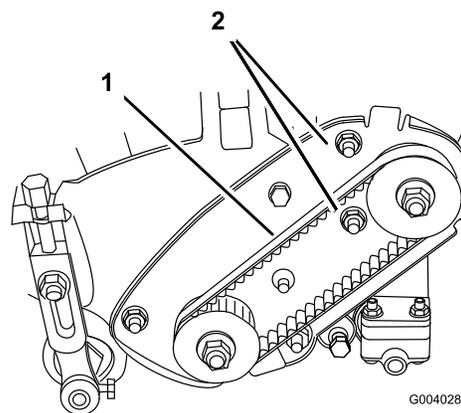

Figure 39
A. Desserrez les écrous de montage du logement de roulement (Figure 39).
- C. Tout en maintenant le réglage de la clé dynamométrique, serrez les écrous de fixation du logement de roulement (Figure 39). Ne tendez pas la courroie excessivement.